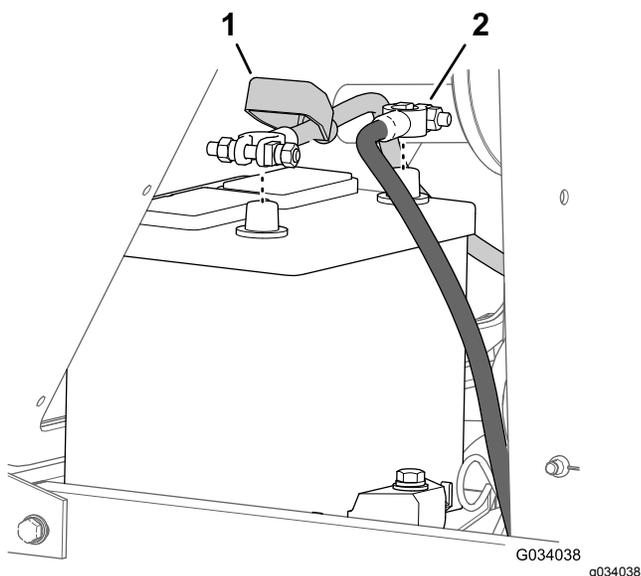

Рисунок 53
2. Отсоедините отрицательный (-) кабель от штыря аккумуляторной батареи (Рисунок 53).
3. Снимите изоляционный колпачок с зажима кабеля аккумуляторной батареи (Рисунок 53).
4. Отсоедините положительный (+) кабель от штыря аккумуляторной батареи (Рисунок 53).
7. Подсоедините положительный (+) кабель к положительному штырю аккумуляторной батареи (Рисунок 53).
8. Подсоедините отрицательный (-) кабель к отрицательному штырю аккумуляторной батареи (Рисунок 53).